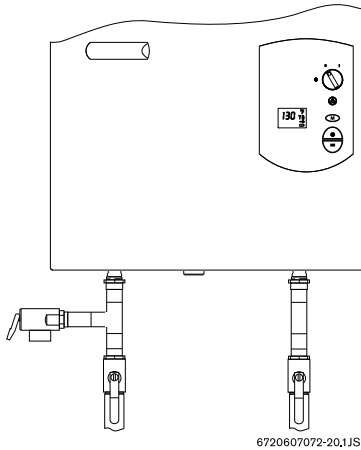

Fig. 26 Raccords de plomberie et soupape de sûreté
Si les raccordements d'eau chaude et d'eau froide sont inversés, le chauffe-eau ne fonctionnera pas. Assurez-vous qu'il n'y pas de particules en suspension ni de saleté dans la tuyauterie. Soufflez dans les conduites d'eau ou rincez-les avant de les brancher au chauffe-eau. Des valves à bille devraient être installées sur la conduite d'admission d'eau froide et la conduite de sortie d'eau chaude afin de faciliter l'entretien et la réparation du chauffe-eau (voir la Fig. 26). Si vous branchez l'appareil à un système privé de puits muni d'un réservoir sous pression, on recommande que la pression se situe entre 207 kPa et 345 kPa (30 et 50 lb/po²).
être facilement accessible aux fins de réparation ou de remplacement et se trouver aussi près que possible du chauffe-eau. Voir la Fig. 26. Pour installer la soupape de sûreté, on peut y souder un raccord approprié branché à une rallonge sur un raccord en "T" de la conduite d'eau chaude. Il faut soutenir toute la tuyauterie.
- ▶ **2.** Il faut fermer la valve à gaz en plaçant l'interrupteur marche-arrêt à la position **(0)**. Attendez cinq (5) minutes afin que tout le gaz puisse d'échapper. Si vous détectez une odeur de gaz, **ARRÊTEZ!** Suivez la directive " B " des consignes de sécurité susmentionnées. Si vous ne détectez aucune odeur de gaz, passez à l'étape suivante.
REMARQUE: Lors de l'installation initiale ou après l'exécution de travaux sur les conduites de gaz, la présence d'air dans la conduite d'alimentation du gaz peut retarder quelque peu l'allumage lorsque le robinet d'eau chaude est ouvert. Cela entraînera l'affichage d'un code d'erreur (EA) dans la fenêtre d'affichage. C'est tout à fait normal. Lorsque cela se produit, laissez couler l'eau chaude et attendez de 3 à 5 secondes, puis réinitialisez l'appareil (fig. 26, pos. 2). Attendez que le message d'erreur (EA) disparaisse. Le chauffe-eau essaiera de procéder de nouveau à l'allumage. Si le code d'erreur (EA) réapparaît, répétez le même processus jusqu'à ce que tout l'air ait été évacué.